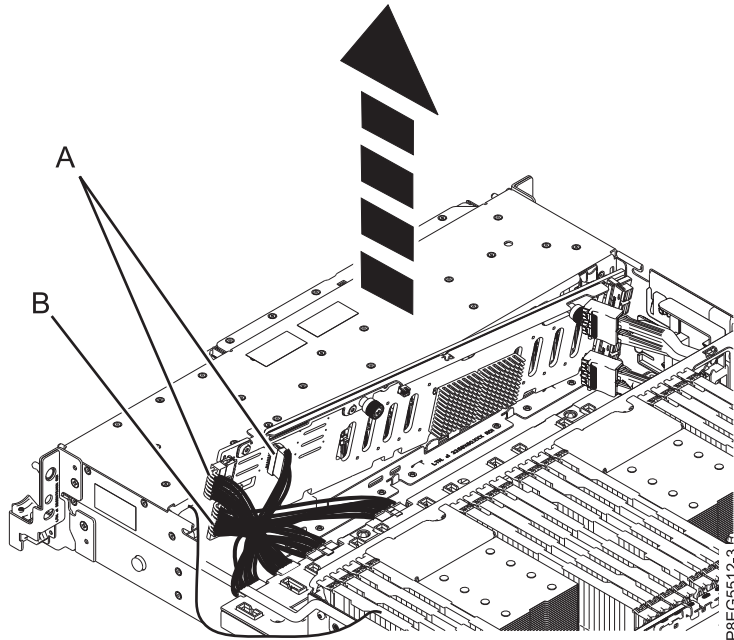

Figure 17. Déconnexion du câble du panneau de commande, du cordon d'interface et du câble d'alimentation
9. Déconnectez le câble du panneau de commande et le cordon d'interface (**A**), ainsi que le câble Y d'alimentation (**B**) du fond de panier d'unité de disque, comme illustré dans la figure 17, à la page 19.